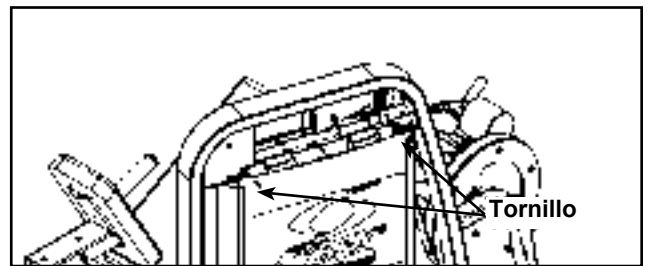

Figura 12
- B. Instalar los dos tornillos superiores que aseguran el montaje trasero de la cubierta. Véase El Figura 12.